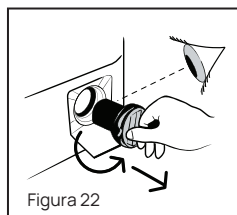

Figura 22
- Desenrosque el filtro y tire hacia afuera. Ver figura 22.